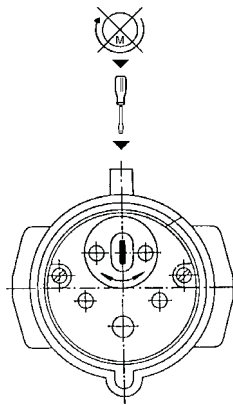

Fig. 3
- In diesem Falle ist der **Phasenwender** im CEE-Stecker mit passendem Schraubendreher einzudrücken und um 180° zu drehen (Fig. 3).